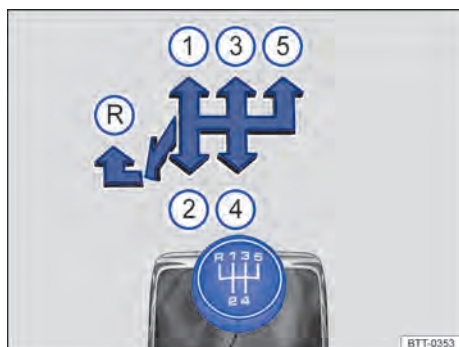
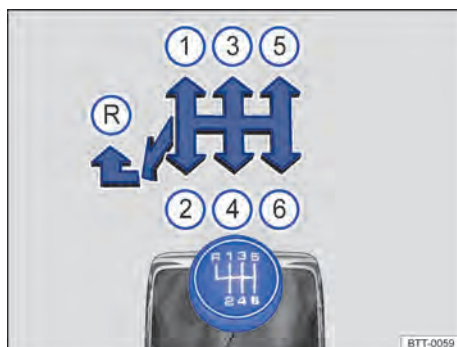

Fig. 143 Esquema de troca de marchas da transmissão manual de 5 marchas.
Fig. 144 Esquema de troca de marchas da transmissão manual de 6 marchas.
As posições de cada marcha estão representadas na alavanca da transmissão $\Rightarrow$ Fig. 143 ou $\Rightarrow$ Fig. 144.
- Empurrar a alavanca de troca de marcha totalmente para a esquerda e depois para frente até a posição da marcha a ré $\Rightarrow$ Fig. 143 ou $\Rightarrow$ Fig. 144 .